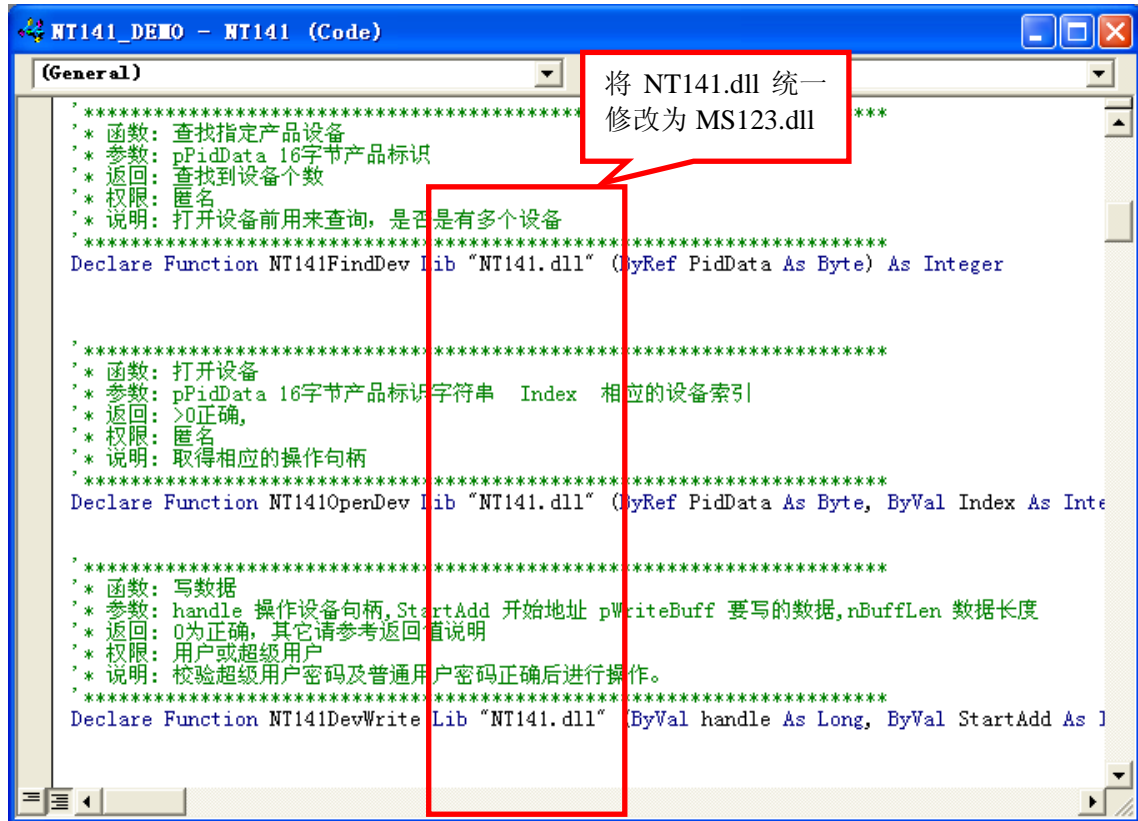

图 7.19 修改对动态库文件的声明或引用
3. 更改程序中对NT141.dll动态库文件的声明或引用，比如原来声明API来源是NT141.dll，现在把它改为MS123.dll(文件名可随意取，但要统一)，参考如图7.19所示。